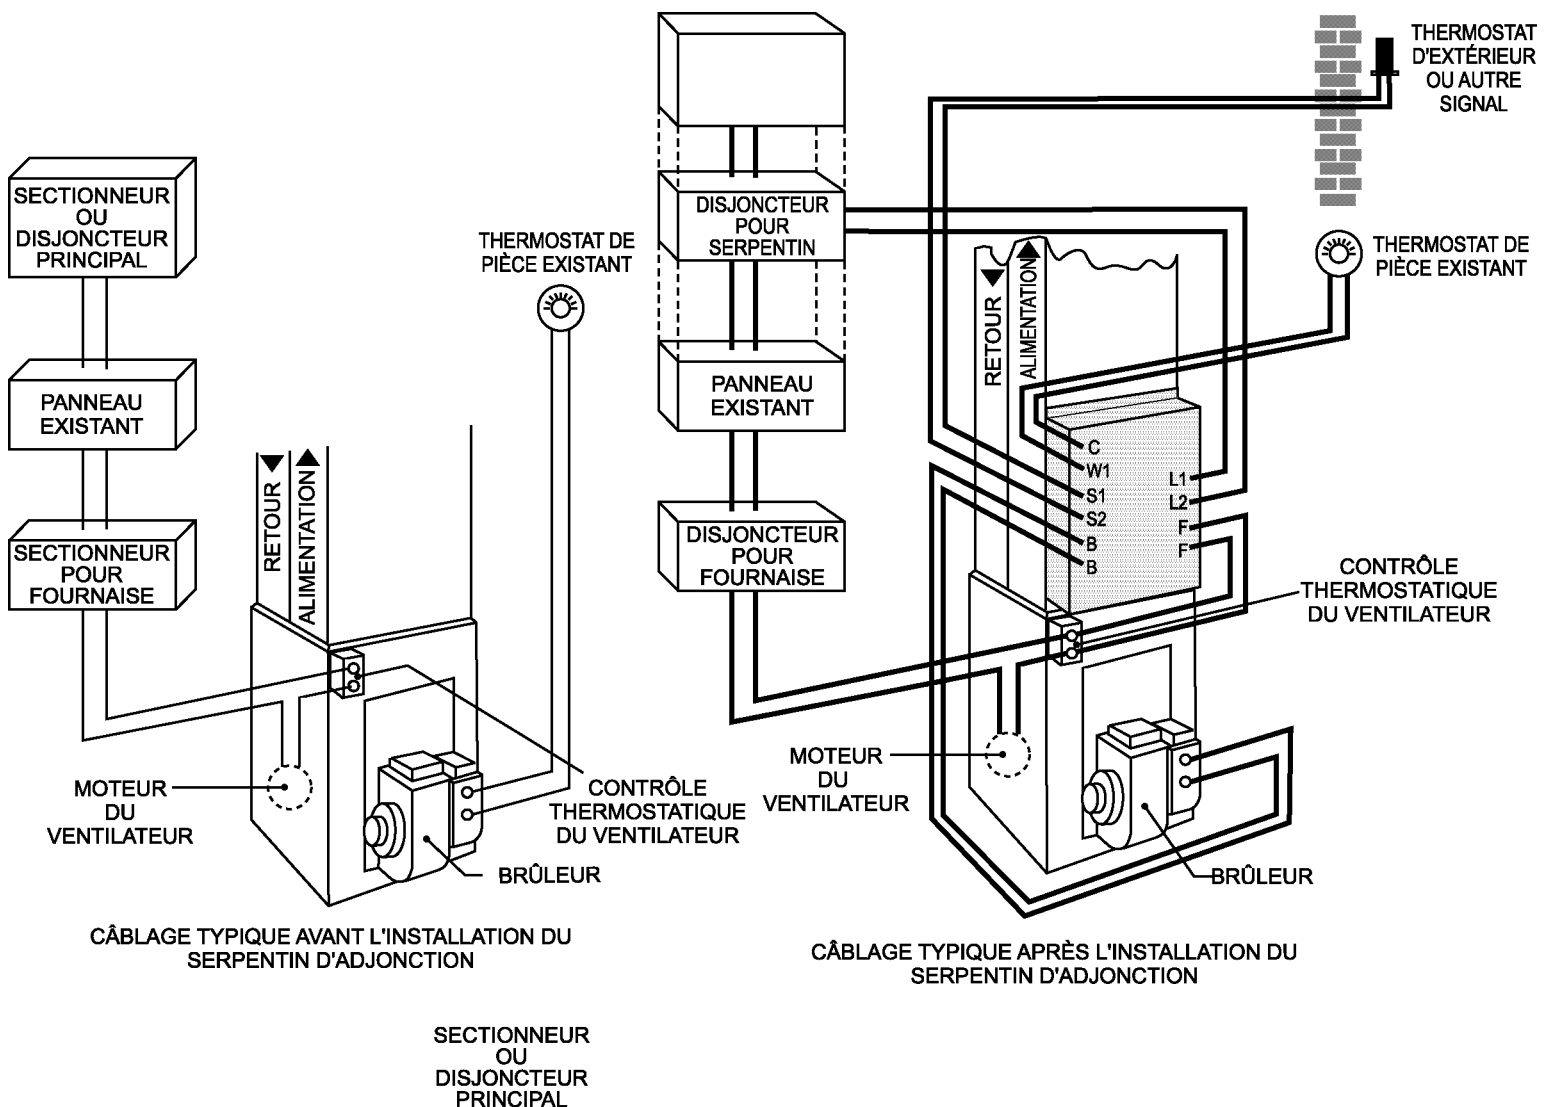

FIG. 10
- G. Localiser la commande thermostatique du ventilateur et branchez un câble BX à deux (2) fils calibre 14, 90°C entre les bornes de cette commande thermostatique et les bornes de la commande du ventilateur marqués F et F dans le serpent électrique. Ceci permettra le fonctionnement du ventilateur en mode électrique.
- H. **Anticipateur** Calibrer l'anticipateur de chaleur du thermostat de pièce à 0.2. Faire la mise en marche et effectuer les essais requis. Voir figure 10 pour un schéma de câblage.